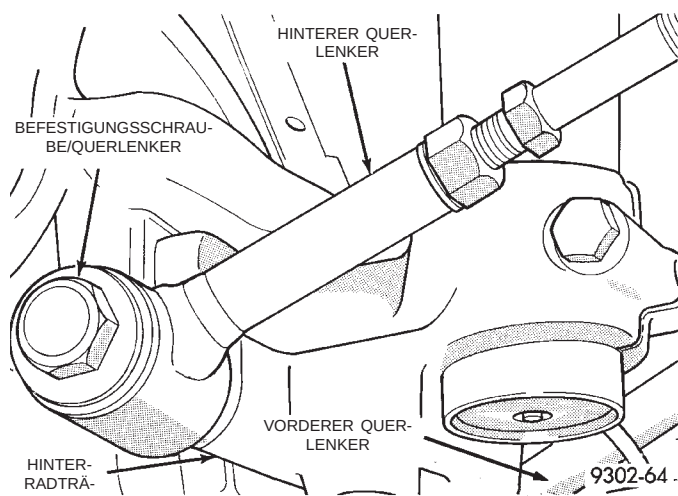

Abb. 17 Befestigungsschraube/Querlenker an Hinterradträger
(9) Die Befestigungsschraube der Querlenker am Hinterradträger ausbauen (Abb. 17).
(2) Querlenker am Hinterradträger montieren. Befestigungsschraube einbauen (Abb. 17), aber noch nicht festziehen.